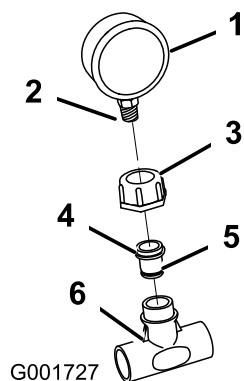

Figura 14
gruppo riduttore sull'indicatore di pressione. Utilizzate una chiave esagonale per avvitare il gruppo riduttore sull'indicatore di pressione (Figura 14).
14. Installate il gruppo dell'indicatore di pressione al raccordo a T di plastica (Figura 14).